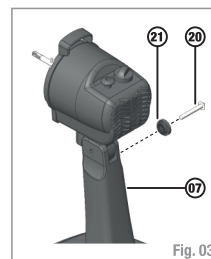

Fig. 03
2. Encaixar o parafuso francês (20) e o disco trava (21) no furo do corpo (07) e do conjunto do motor (18). Fig. 03;